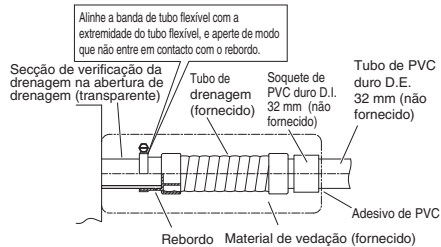

Fig. 3-24
Ao fazer isto, deixe um espaço entre o soquete de drenagem e o tubo PVC para permitir que a drenagem seja verificada. A abertura de drenagem transparente da unidade permite a verificação da drenagem. (Fig. 3-24)
- Insira o tubo de drenagem até que entre em contacto com o soquete, como mostrado na Fig. 3-24 e, em seguida, fixe-o firmemente com a banda de tubo flexível.
- Aperte as braçadeiras de tubo flexível de modo que as suas contra-porcas fiquem viradas para cima. (Fig. 3-24)